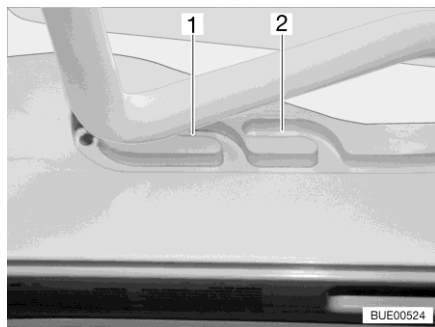
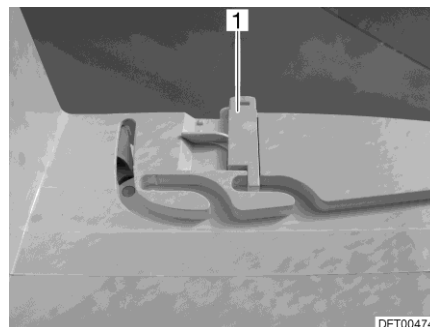

Fig. 122 Guida (posizione di ricircolo d'aria)
Fig. 123 Bloccaggio (posizione di ricircolo d'aria)
È possibile portare l'oblò Heki in due posizioni di ricircolo d'aria: Posizione brutto tempo (Fig. 122,1) e posizione centrale (Fig. 122,2). A seconda del modello, l'oblò può essere bloccato sulla posizione centrale del suo telaio con i due chiavistelli (Fig. 123,1) di sinistra e destra.
- Premere la staffa leggermente verso l'alto, spingerla nella guida selezionata (Fig. 122,1 o 2) ed eventualmente bloccarla.